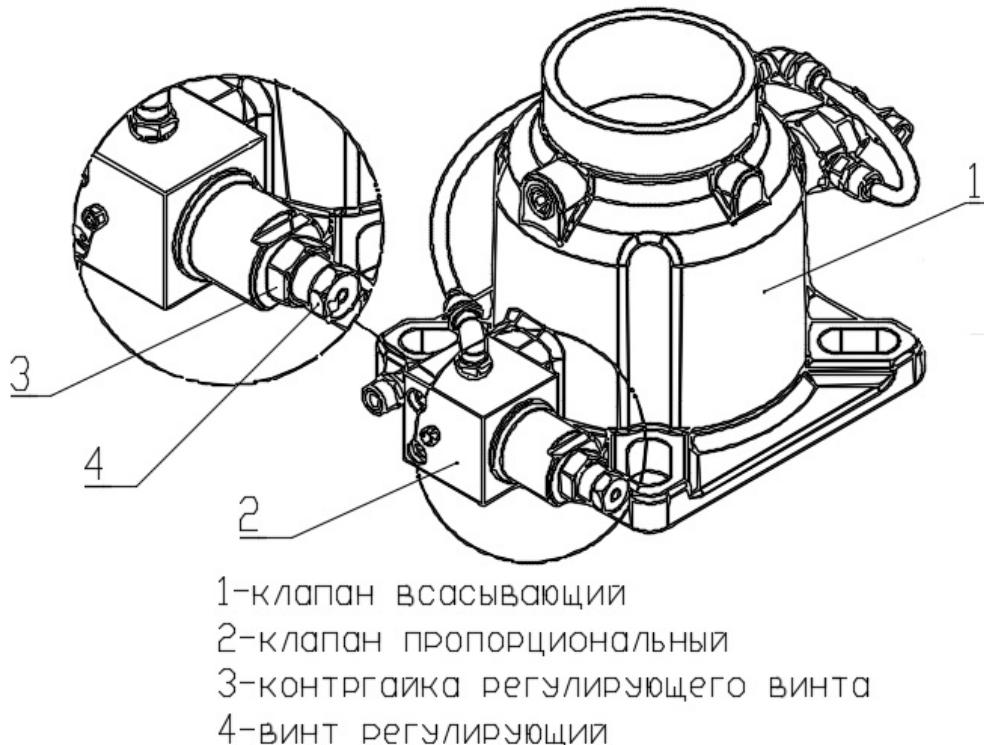

Рис. 5.1
3. При закрытых выпускных кранах ослабьте контргайку поз.3 Рис.5.1 на регулировочном винте пропорционального клапана поз.2 Рис.5.1.
4. Поворачивая регулировочный винт поз.4 Рис.5.1 установите рабочее давление 7 Бар.